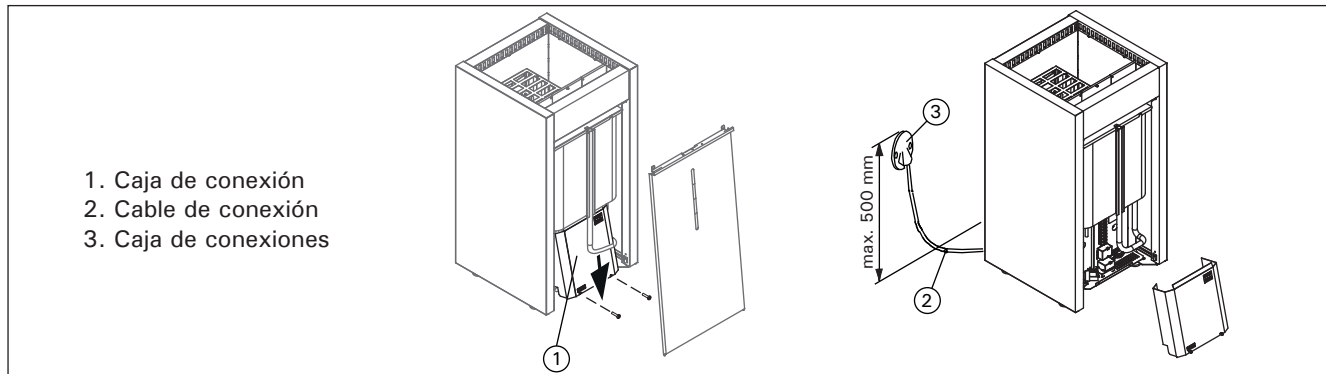

Figura 9. Conexiones del calentador
- El calentador se conecta de forma semifija a la caja de conexiones (figura 9:3) de la pared de la sauna. La caja de conexiones deberá estar protegida contra salpicaduras y su altura máxima desde el suelo no deberá superar los 500 mm.
- El cable de conexión (figura 9:2) debe ser un tipo de cable con recubrimiento de goma HO7RN-F o su equivalente. ¡ATENCIÓN! Debido a su fragilidad térmica, se prohíbe el uso de cable aislado con PVC como cable de conexión del calentador.
Ver figura 9.